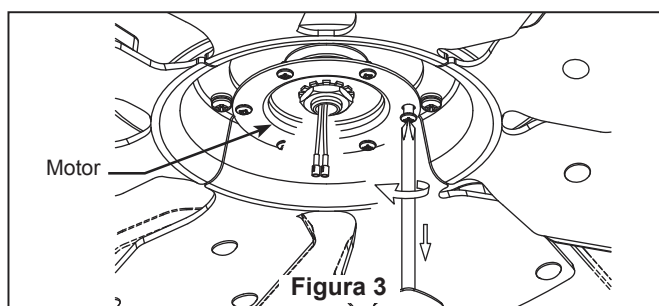

Figura 3
3. Extraiga los 6 tornillos del motor y guárdelos para volver a colocarlos en los pasos 4 y 5. (Figura 3)
3. Para que el ventilador sea funcional, instale las pilas (incluidas) de 3V CR2032 en el transmisor del mando a distancia. Mientras el ventilador esté apagado. A continuación, siga el proceso de fijación remota de código. Si no se utiliza el ventilador durante un largo periodo de tiempo, extraiga la batería para evitar cualquier daño al transmisor. Almacene el mando a distancia en un lugar alejado del calor o la humedad excesiva. (Figura 3)